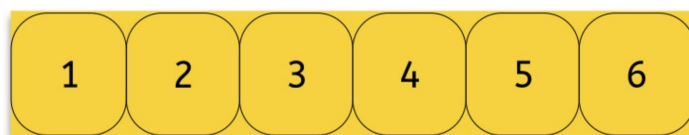

Рис.5. Разделение ворот на 6 участков.
9.3.A.3. Первоначально противоположная цель полностью открыта (см. Рис. 5). После каждого забитого гола член команды бросает кубик, и часть цели, соответствующая числу на кубике, будет закрыта чёрным ящиком. Если эта часть цели уже пройдена, кубик снова будет брошен (см. Рис. 6).